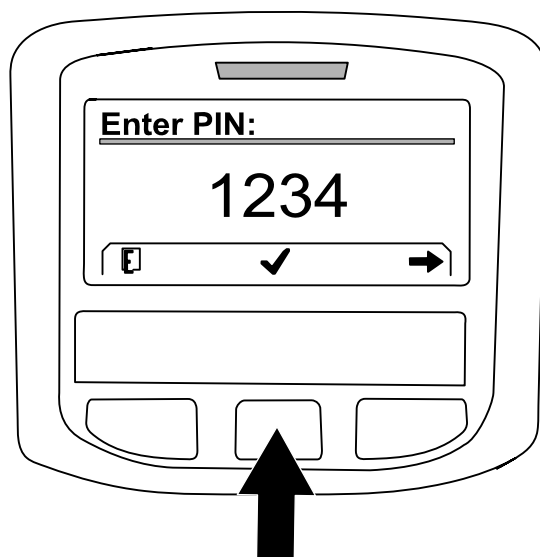
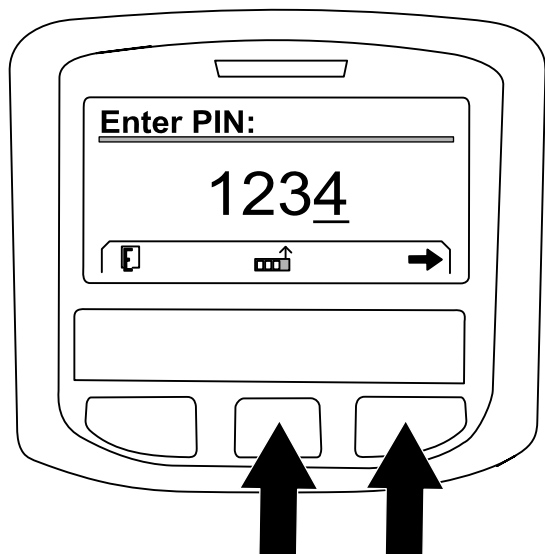

图231
图230
- A. 必要时按中间按钮输入左侧位置的 PIN 代码编号 图230。
- B. 按右按钮可导航至下一 PIN 代码编号位置 图230。
- D. 所有 PIN 代码编号都输入后按右按钮 图230 然后再按中间按钮进入 PIN 代码 图231。指示灯将短暂亮起。